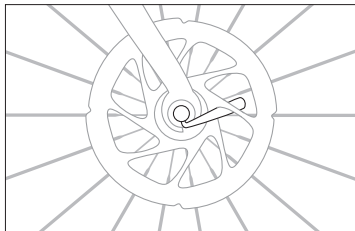

Figura 2.4
2. Stringere e chiudere lo sgancio rapido posizionandolo correttamente tra dei forcellini. Se lo sgancio rapido non è chiuso correttamente (in linea con la catena), la leva può interferire con il rotore (Figura 2.4).